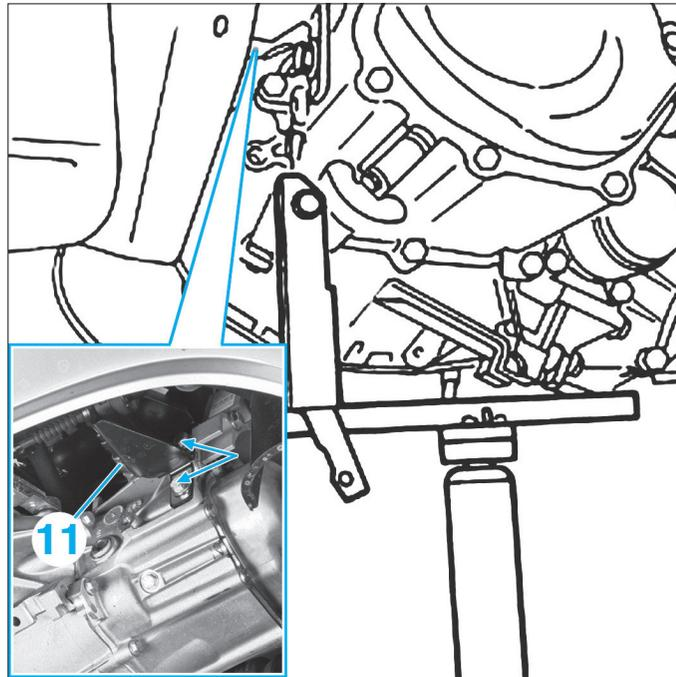

FIG. 7
- A l'aide d'un vérin hydraulique, soutenir la boîte de vitesses (Fig.7).
- Déposer le support de câble d'embrayage (11).